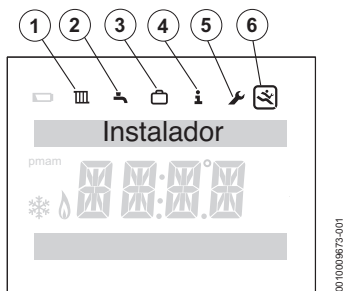

Fig. 15 Indicación de menú de instalador
- Pulsar la tecla **menú** y retorno hasta que se visualice el menú principal en el menú de servicio (→ fig. 15).